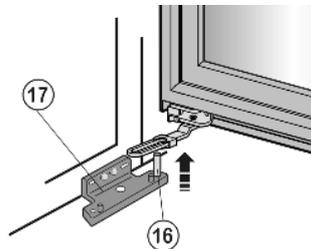

Fig. 11
- ▶ Enlever la porte de l'axe *Fig. 11 (16)* du support d'appui *Fig. 11 (17)* inférieur et la déposer.